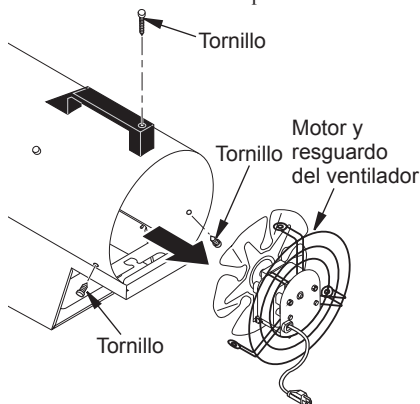

Figura 9 - Desmontaje del motor y el resguardo del ventilador del calentador
2. Extraiga de la cubierta del calentador el motor y el resguardo del ventilador (consulte la figura 9).
2. Extraiga de la cubierta del calentador el motor y el resguardo del ventilador (consulte la figura 9, página 7).